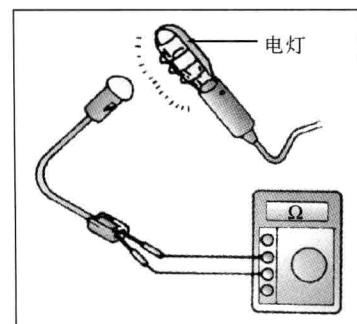

图 1-21 阳光传感器检测
**阳光传感器的检测：**在强光下测量，电阻为  $4k\Omega$  左右，用布遮住阳光传感器，电阻为  $\infty$ ，如图 1-21 所示。